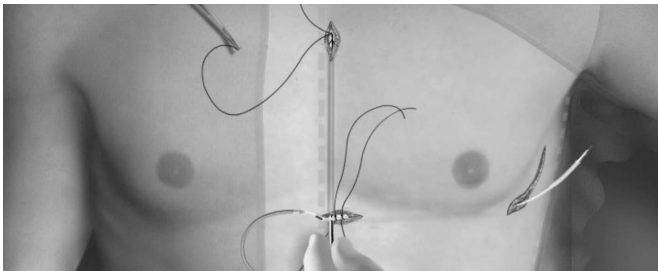

Figura 13: *Tunelizando até a Incisão Superior*
7. Insira a ponta distal da EIT na incisão xifoide e tunelize subcutaneamente em direção à incisão superior (Figura 13).